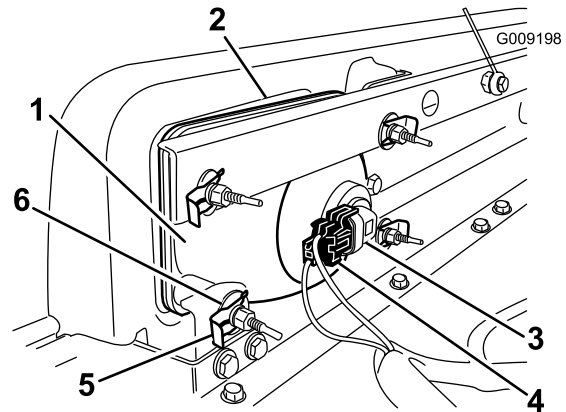

図 40
1. ランプ・アセンブリのコネクタから、ハーネス用のコネクタを外す図 40。
2. ヘッドライトをヘッドライトブラケットに固定しているスピードクリップとワッシャを外す図 40。
3. ヘッドライト・アセンブリ全体を前に押し出して、前バンパーから外す図 40。
4. 取り付け穴に新しいヘッドライトを取り付ける図 40。柱状の合いマーク突起がバンパー後部の取り付けブラケットの穴にそろうように取り付けること。
6. ハーネス用のコネクタを、新しいランプ・アセンブリのコネクタに接続する図 40。